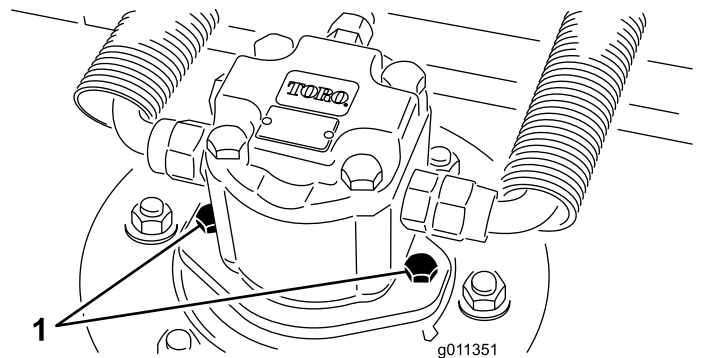

Bild 79
2. Klemmen Sie den Hydraulikmotor vom Mähwerk ab und entfernen ihn (Bild 79). Decken Sie die Spindeloberseite ab, um einer Verunreinigung vorzubeugen.
4. Montieren Sie den Hydraulikmotor am Mähwerk (Bild 79) Stellen Sie sicher, dass sich der O-Ring unbeschädigt in seiner Position befindet.